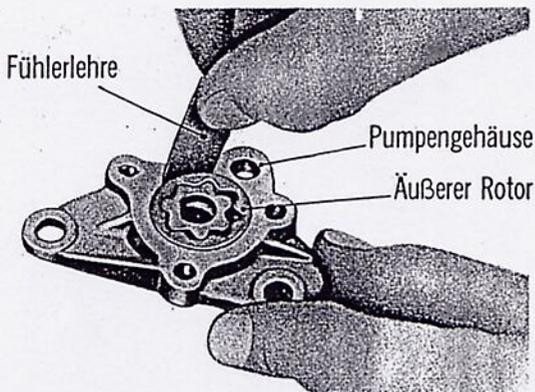

Abbildung 10
2. Spiel zwischen äußerem Rotor und Pumpengehäuse messen. Dazu eine Fühlerlehre benutzen. (Abbildung 10)